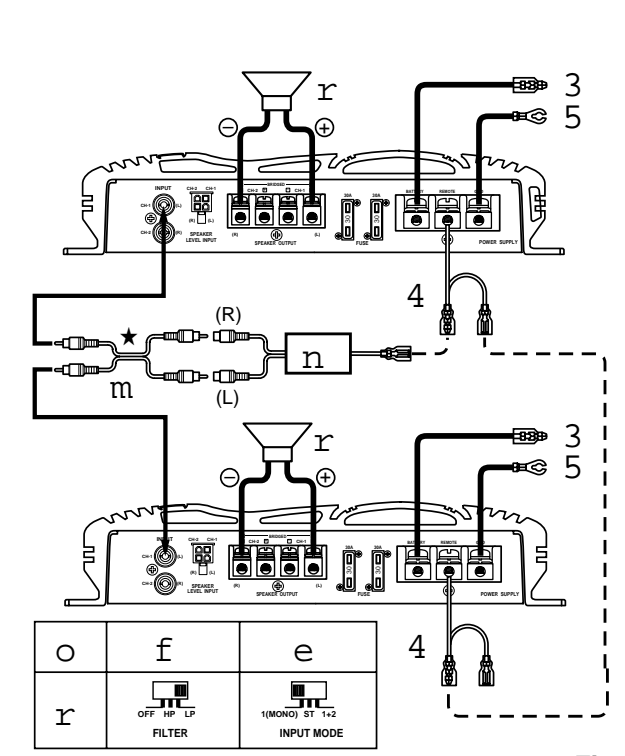

Fig. 8
- Fijelo en la posición "1 (MONO)" cuando los dos canales se utilicen para un canal de un sistema estéreo puenteado. La entrada de CH-1 saldrá de los terminales de salida de altavoz CH-1 (+) y CH-2 (-). La entrada de CH-2 acepta ausencia de señal. (Refiérase a la Fig. 8.)